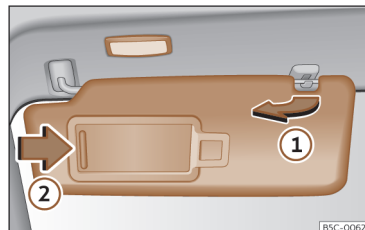

Fig. 100 Pala do sol.
- A pala do sol pode ser puxada para fora da fixação e ser virada para a porta >>> Fig. 100 .